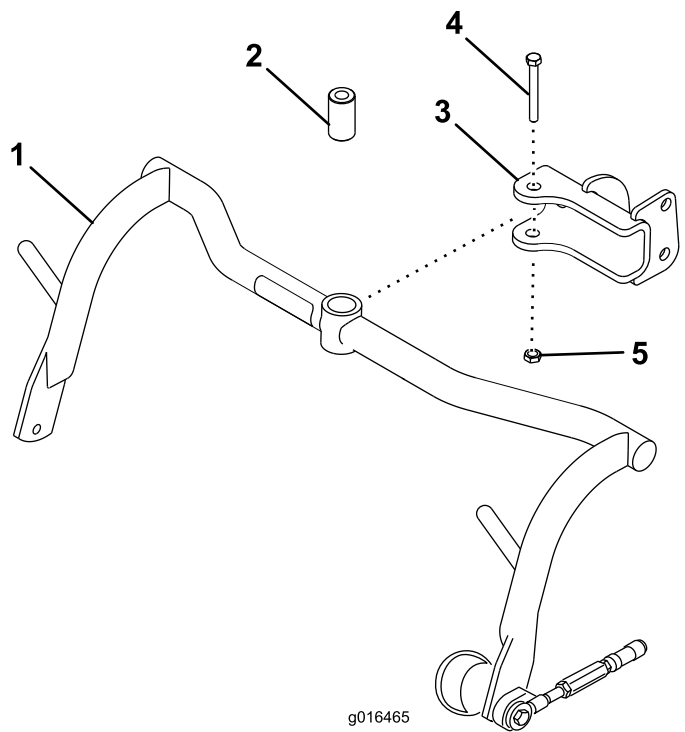

图 5
1. 用隔片、螺栓 $\frac{1}{2}$ x 3 $\frac{1}{4}$ 英寸和锁紧螺母 $\frac{1}{2}$ 英寸将承载架组件安装到各个 U 形销上请参阅图 5。上紧扭矩至 91113 N·m。